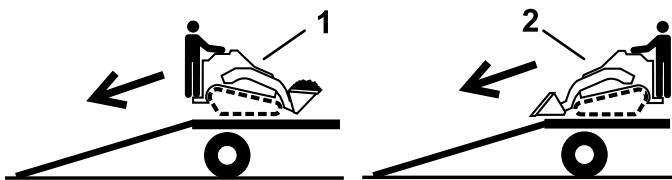

Figura 22
- Scaricate la macchina dal rimorchio con l'estremità più pesante sulla rampa, trasportando i carichi verso il basso (Figura 22).